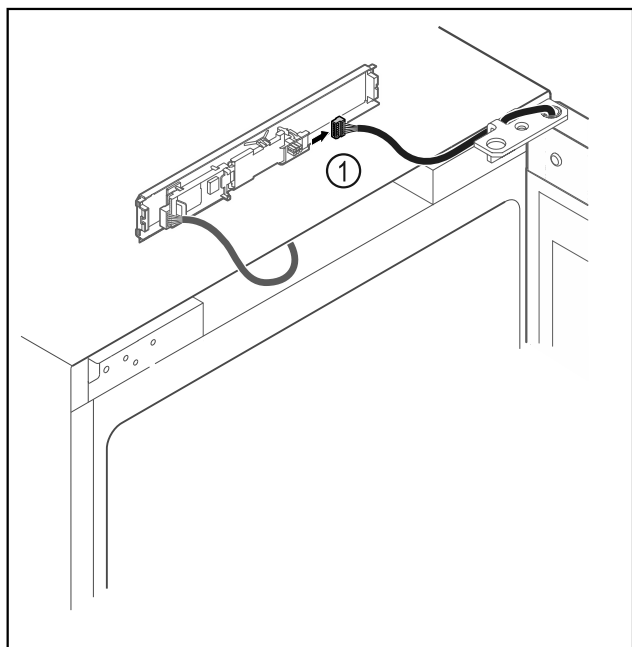

Fig. 12
- Træk stikket ud af Fig. 12 (1) printkortet.